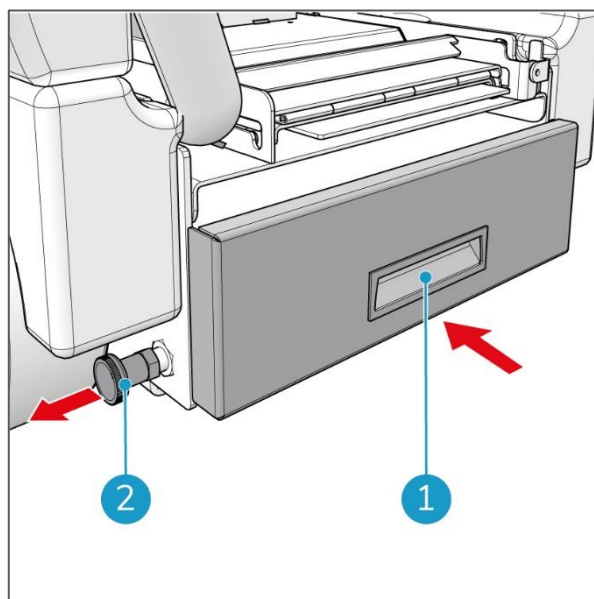

Figura 16
5. Estrarre il perno di bloccaggio sul lato sinistro (Figura 16, pos 2) del vano batteria.
6. Spingere il vano batteria nell'i-drive® utilizzando il manico nero (Figura 16, pos 1) finché non si blocca in posizione.